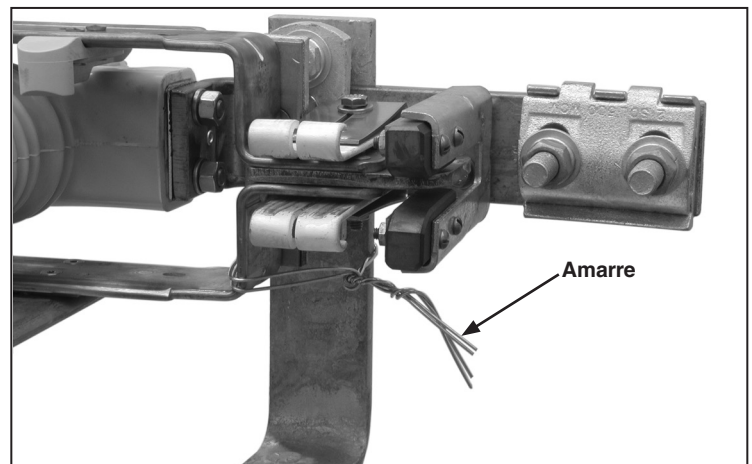

Figura 31. Remueva el amarre en el ensamblaje del contacto estacionario principal.
**PASO 27.** Remueva los amarres que sujetan las cuchillas del interruptor a sus ensamblajes de contacto estacionario principal. Vea la Figura 31.